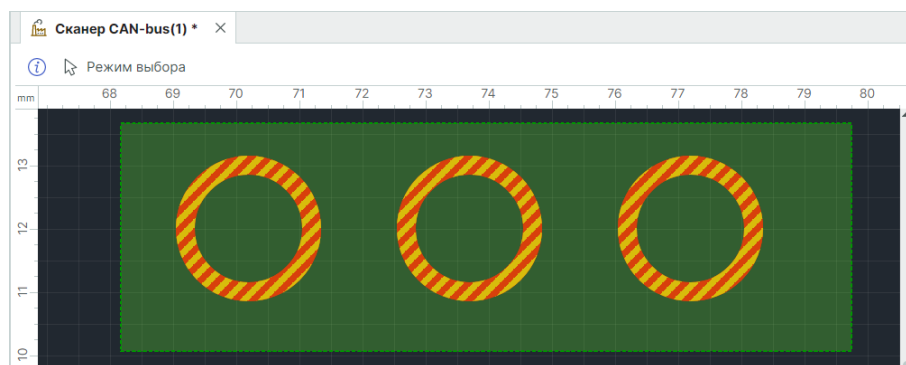

Рис. 531 Групповой выбор объектов областью с помощью инструмента «Выбрать»
- С помощью инструмента «Выбрать», удерживая левую кнопку мыши, расположите прямоугольную область выделения, поместив в нее объекты, которые необходимо выбрать, см. Рис. 531.